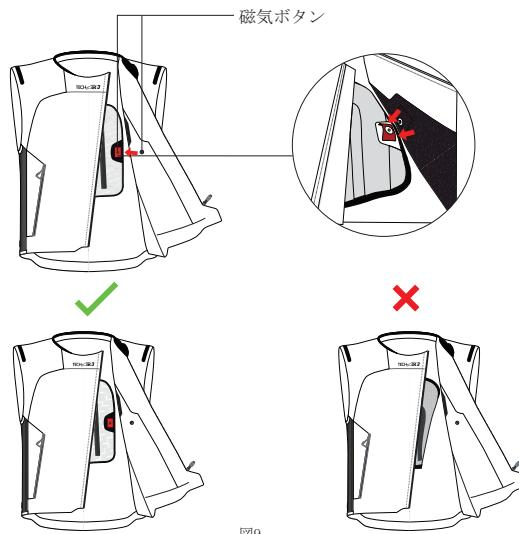

図9
1. システムを装着し、胸部に位置するエアバッグを、ベストのマグネットボタンで固定します(図9)。
3. 作動ジップ(1)が正しく閉められ、スイッチが入ったことは、LEDディスプレイ (2) の表示および同じエリアでの振動によって通知されます。
4. システムのスイッチが入ったら、LEDディスプレイ (2) を見て、システムが正しく起動したことを探認してください(セクション13「LEDディスプレイ表示」を参照)。特に、ユーザーは、システムの作動後にシステム障害が発生していないことを確認する必要があります。